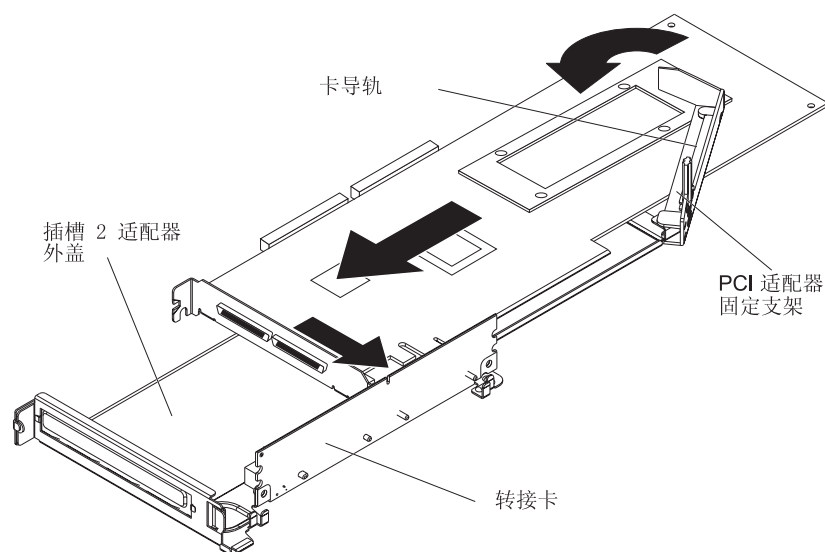

图 22. 卸下转接卡和适配器外盖
3. 抬起并卸下插槽 2 适配器外盖。插槽 2 转接卡连接在适配器外盖上，因此会将转接卡与适配器外盖一起卸下。图 22 标识本过程中涉及的组件。